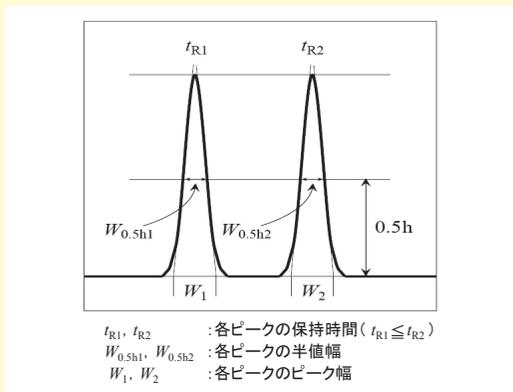

図 1 隣接する 2 つのピーク
分離度 (Resolution, R または R_s) は、あるピークが隣接するピークからどの程度分離しているかを示すものです。今、図 1 に示す 2 つのピークがある時、分離度は (1) 式あるいは (2) 式のように表されます。